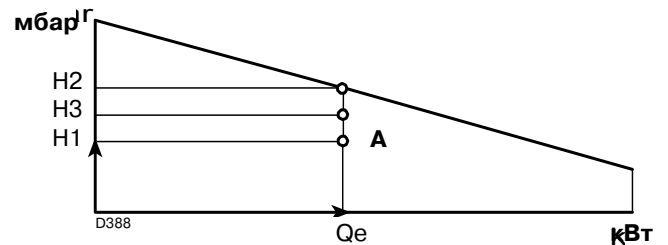

Рис. 41
точка A, которая должна оставаться в рабочем диапазоне (Рис. 41).
- 4 -Провести вертикальную линию из точки A, Рис. 41, и найти максимальное давление H2 рабочего диапазона.
Если H3 больше H1, как на Рис. 41, то горелка может производить требуемый расход.